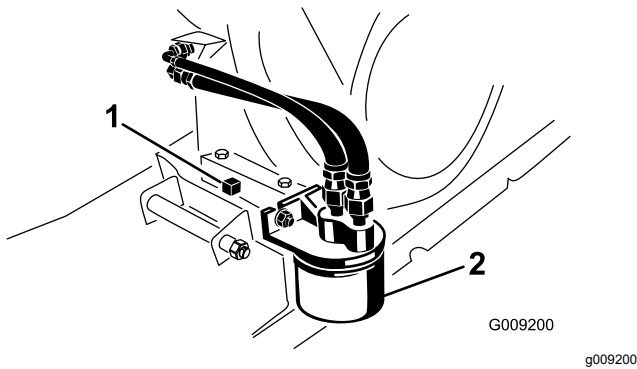

Figure 34
- Placez un bac de vidange sous le bouchon de vidange (Figure 34).
- Enlevez le bouchon de vidange et le joint (Figure 34).
- Déposez le filtre à huile (Figure 34).
- Vissez le filtre neuf sur l'adaptateur jusqu'à ce que le joint touche la plaque de montage, puis serrez-le de 1/2 à 3/4 de tour supplémentaire (Figure 34).